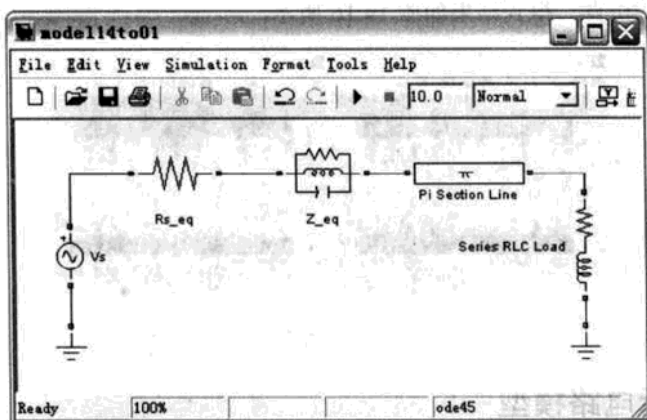

图 14.14 建立完成后的模型图
(11) 从 Elements 模块组中复制 Ground 模块到模型窗口, 或者直接复制模型中已存在的 Ground 模块。
(12) 连接剩余的模块，最后得到模型如图 14.14 所示。